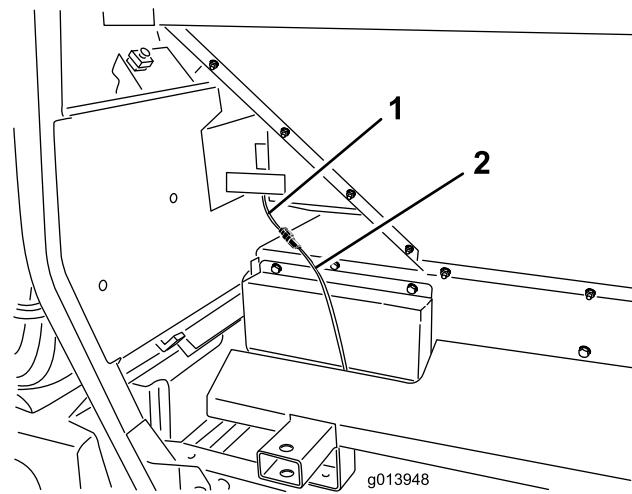
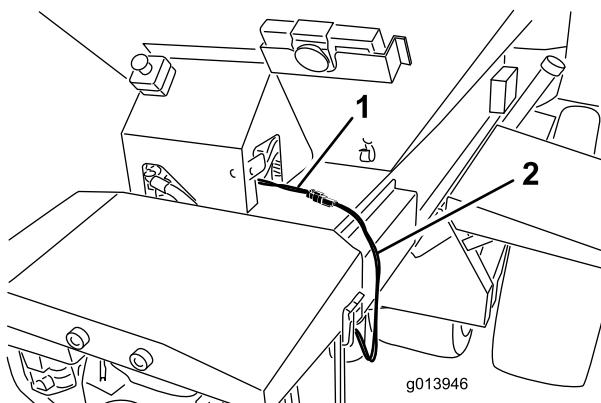

Figura 19
Figura 18
45. Enchufe el arnés de cables intermedio en el arnés de alimentación de la ProPass (Figura 18 o Figura 19).